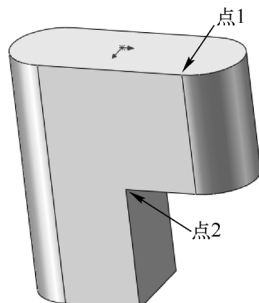

图 4-28 打开的文件实体
2) 设置属性管理器。在“第一参考”列表框中,选择图4-28所示的点1。在“第二参考”列表框中,选择图4-28所示的点2。“基准轴”属性管理器设置如图4-29所示。